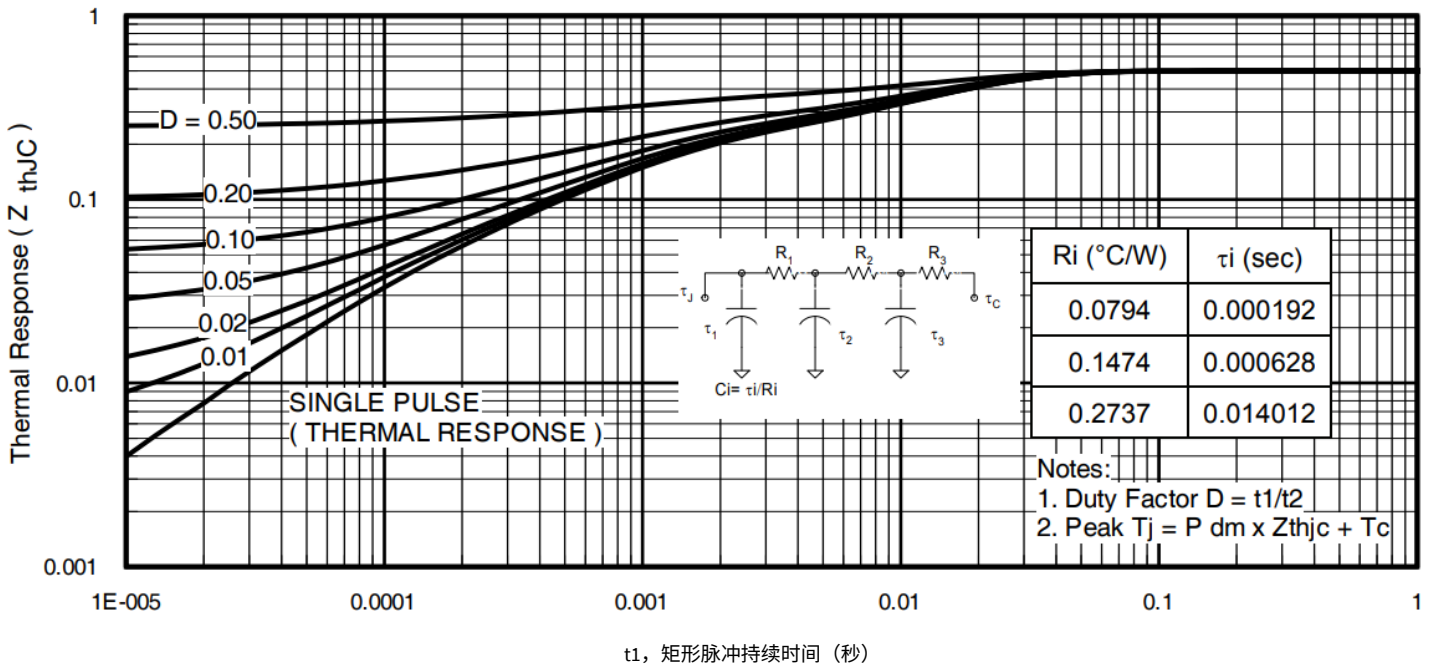

图 11.最大有效瞬态热阻，结到壳
- ① 重复额定值; 脉冲宽度受最高结温限制。(见图11)
- ② 该值由样片故障总数决定, 初始结温为 TJ = 25°C, L = 0.043mH, RG = 25Ω, IAS = 140A, VGS = 10V。
- ③ 脉冲宽度 ≤ 1.0ms; 占空比 ≤ 2%。
- ④ Coss eff. 是一个固定电容值, 当 VDS 从 0 上升至 80% VDSS 时, 其充电时间与 Coss 相同。
- ⑤ 这适用于安装在 1 平方英寸 PCB (FR-4 或 G-10 材料) 上的 D2Pak。有关推荐的footprint和焊接技术, 请参阅应用手册 #AN-994
- ⑥ Rθ 在 TJ 约为 90°C 时测得。
- ⑦ 焊料安装在 IMS 基板上。
- ⑧ 受 TJmax 限制, 起始 TJ = 25°C, L = 0.043mH, RG = 25Ω, IAS = 140A, VGS = 10V。不建议在高于此值的情况运行器件。
$Z_{thJC}(D, t_{av})$  = 瞬态热阻抗，见图 11)